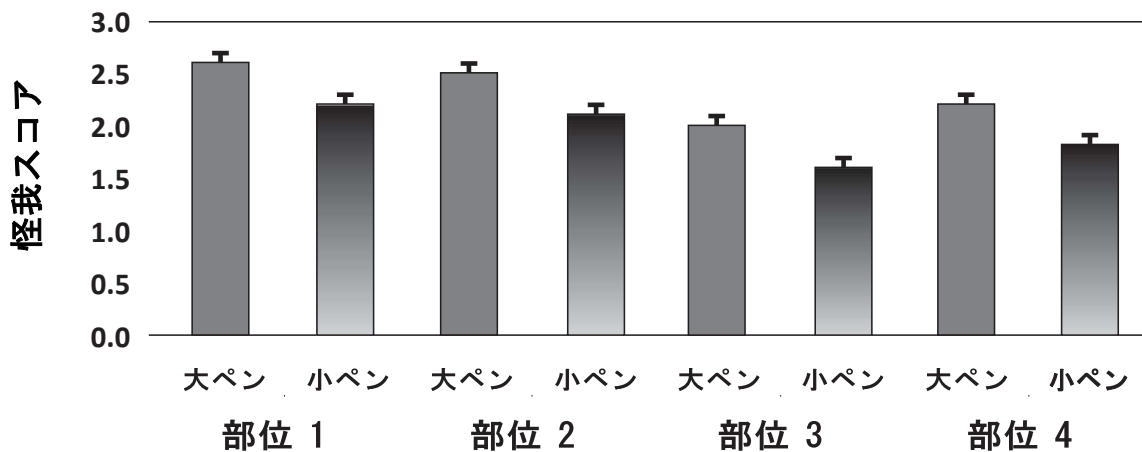

図5.3: 部位ごとの怪我スコア (出典 : 「Gesing et al., 2012」)
- 図5.3と5.4と5.5はアイオワ州立大学が行った大きなペン(200頭以上/ペン)と小さなペン(32頭/ペン)のパフォーマンスの比較を行った結果です。